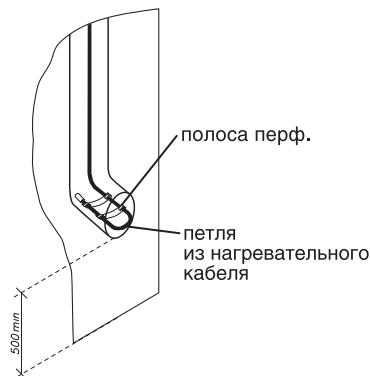

Рисунок 6.
м рекомендации по монтажу приведены ниже (см. п. 1.4 настоящей инструкции). Для удобства последующего удаления образовавшейся наледи рекомендуется нижний патрубок водосточной трубы устанавливать не ниже 500 мм от земли (Рис. 6).
- Внизу водосточной трубы, на выпусксе, организовать усиленный обогрев, сформировав петлю из нагревательной секции. Для этого необходимо замерить длину кабеля, снять нижний патрубок водосточной трубы, сформировать петлю, скрепить её полосой перфорированной, как показано на рис. 6. Далее установить нижний патрубок на место. Край петли закрепить на конце патрубка.